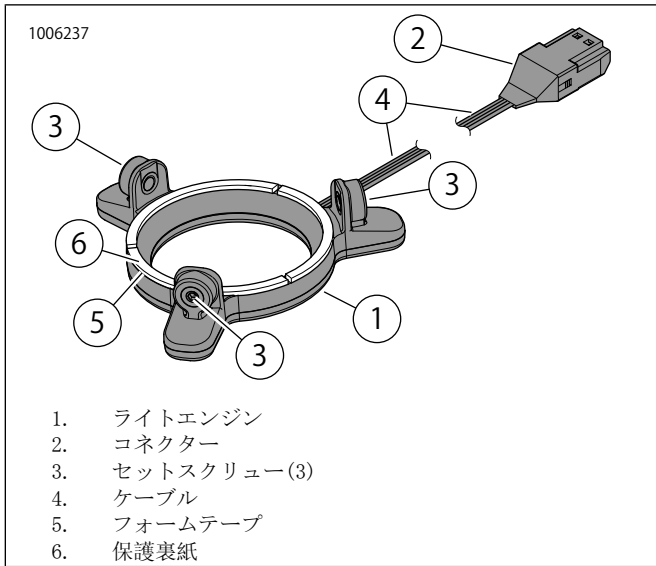

図7。LEDライト、ラウンドステージIIスピーカー
3. 図7を参照してください。ライトエンジン(1)の裏にあるフォームテープ(5)から保護裏紙(6)をはがします。